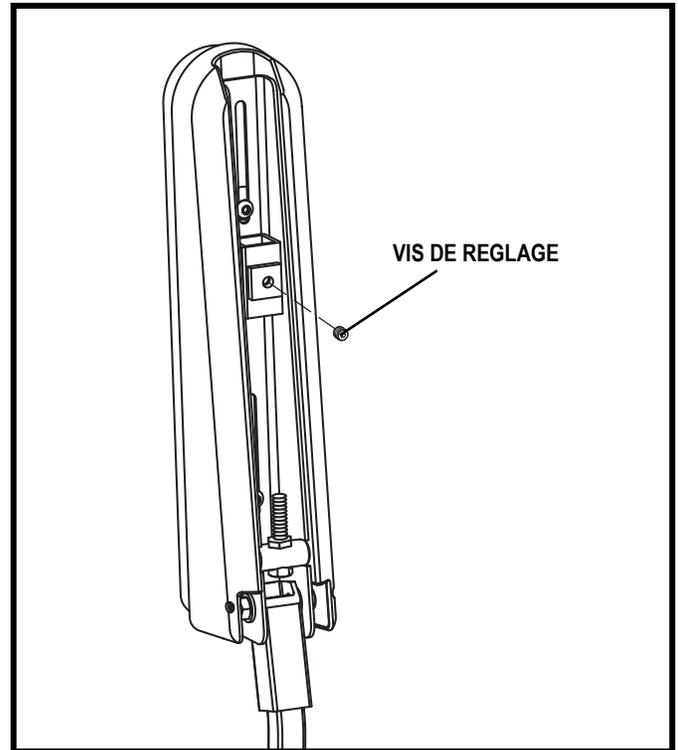

Figure 19. Dessous de l'accoudoir (Siège moulé)
2. Desserrez la vis de réglage sous l'accoudoir. **Voir la figure 19.**
**NOTE:** Pour le siège anatomique (contour) desserrez les vis de blocage en dessous des accoudoirs afin de pouvoir transférer le contrôleur et resserrez les vis. Voir la figure 19.